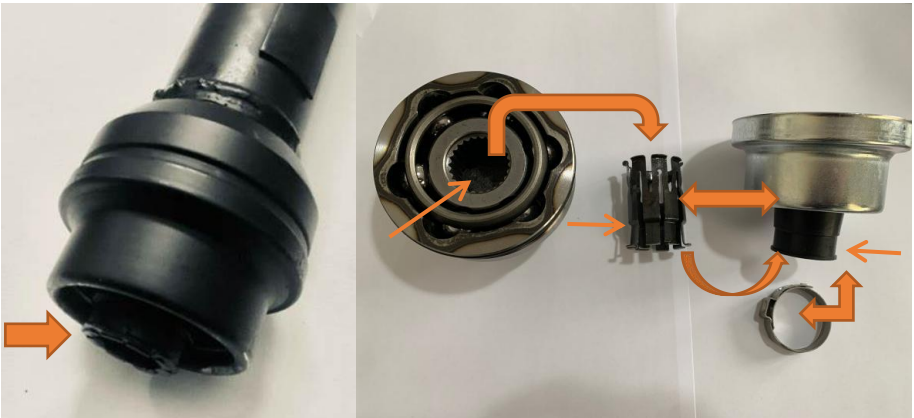

Abb. 2.1 Abb. 2.2
2. Die Endfläche ist vom Typ einer Einsteckwelle mit konstanter Geschwindigkeitssteigung (Abb. 2.1) mit einem festen Mehrriillen-Sicherungsring und einer einohrigen Endlosklemme mit externer Verriegelung.